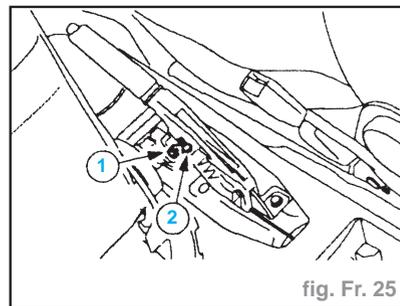

fig. Fr. 25
- Desserrer l'écrou de réglage du câble de frein de stationnement jusqu'à ce que le câble soit totalement relâché : (fig. Fr. 25)
- déposer le clip de retenue (1),
- desserrer l'écrou de réglage (2).